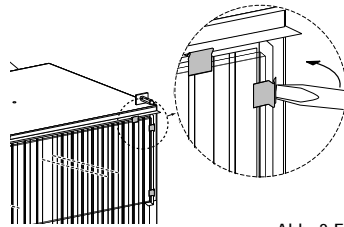

Abb. 2 Entfernen Glasklemmen
- Entfernen Sie das Glas, indem Sie die Glasklemmen entfernen (Abb. 2).